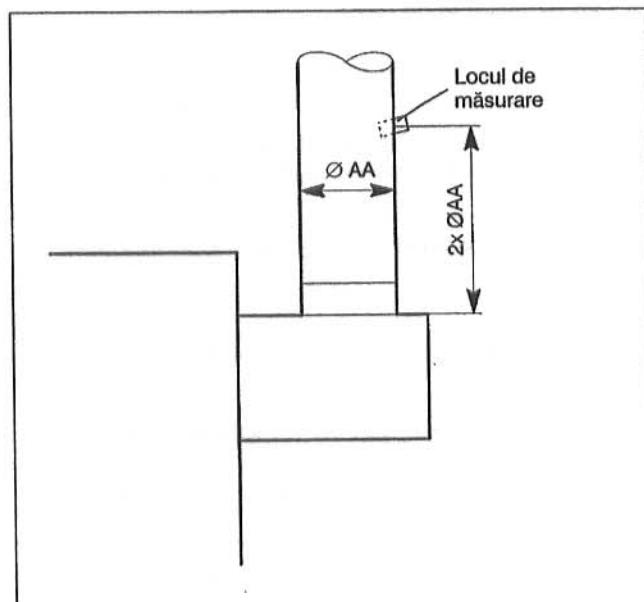

Fig. 22: Locul de măsurare din conducta gazelor de ardere
- Faceți o gaură în conducta gazelor de ardere, ca. $2 \times \varnothing AA$ după dispozitivul de menținere a curentului de gaze pe partea opusă cazanului (Fig. 22). Dacă instalația este prevăzută cu coturi imediat după dispozitivul respectiv, atunci măsurătoarea se va efectua înaintea cotiturii.